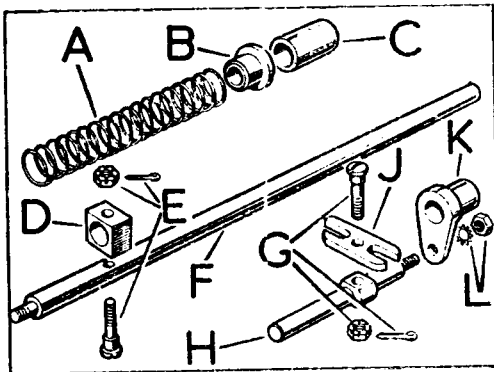

Fig. C1-55 Eje selector de la reductora
- 1.3.1. Deslizar el casquillo separador, C (Fig. C1-55) casquillo, B, del muelle, A, y eje, H, a lo largo del eje selector, F.